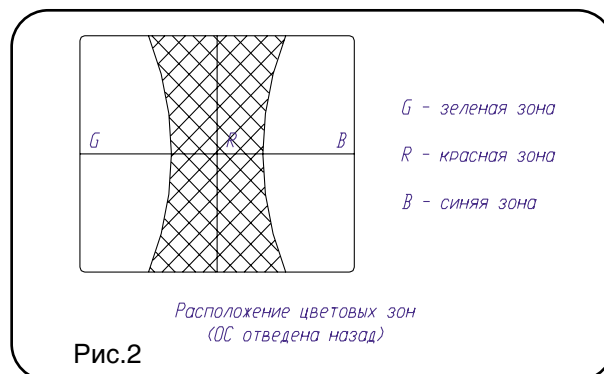

Рис.2
9. Установить красную зону точно в центр экрана, раздвигая и вращая планки 2-полюсных магнитов (магниты чистоты), при этом размеры зеленой и синей зон должны быть одинаковыми, см. рис.2.